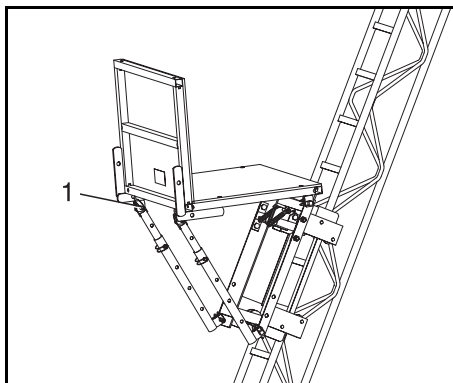

Bild 36 Neigungsstützen anbauen
2. Universalplattform anheben und Neigungsstützen, wie in Bild 36 dargestellt, anbauen. Jeweils auf beiden Seiten oben und unten mit einem Klapprohrstecker (36/1) sichern.